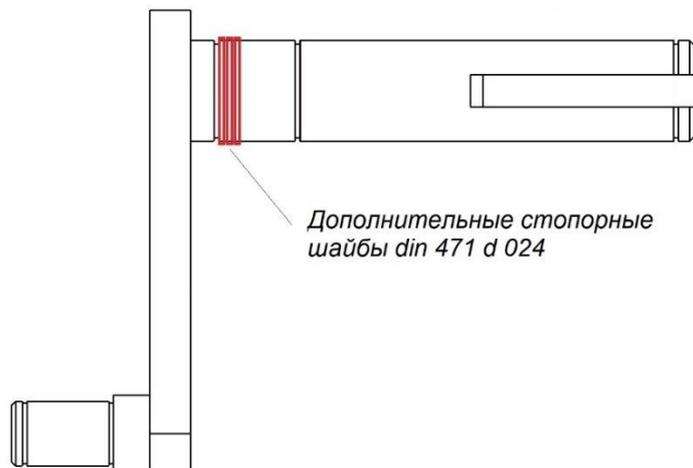

Рисунок 2
- На водилах нет дополнительной проточки под стопорное кольцо, поэтому на водило необходимо ставить дополнительные стопорные шайбы для упора в стопорные кольца 3-4 шт. din 471 d 024 (при заказе редуктора у производителя поставляется с редуктором), смотри рисунок 2.